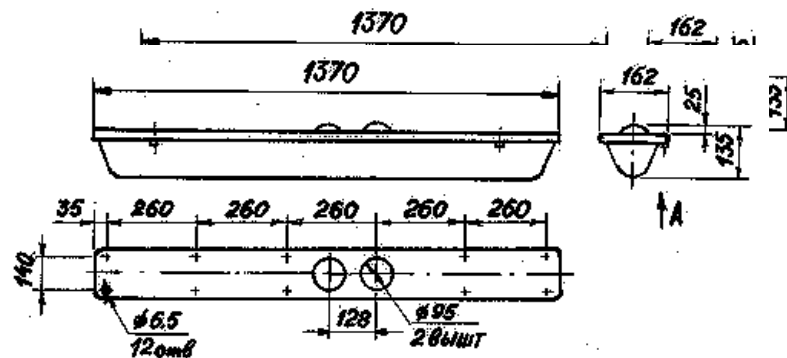

Рис.1
3.1 Габаритные, установочные и присоединительные размеры см. на рис. 1.
7.1 Открыть рамку с рассеивателем, для чего отвёрткой нажать на штифт и повернуть валик (Рис.1) в положение «открыто».
7.5 Вставить лампы в ламподержатели и проверить светильник на зажигание. Закрывать рассеиватель, нажав отверткой на валик и повернув его на угол 90° в положение «закрывается» (Рис.1). В закрытом положении замка паз валика расположен перпендикулярно продольной оси светильника (Вид А) и штифт зафиксирован в канавке скобы.